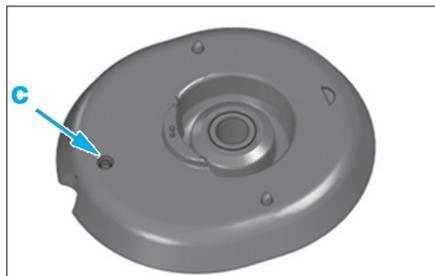

Fig. 6b
La coupelle supérieure d'amortisseur à évoluer. Le pion de centrage en "c" a été supprimé (Fig.6b)
- S'assurer du bon alignement de l'alésage de la coupelle supérieure d'amortisseur en "c" avec celui de la caisse en "d" (Fig.6b).
- Engager un axe (type chasse goupille) pour immobiliser la coupelle supérieure d'amortisseur pendant le serrage de l'écrou (8) en "d" (Fig.6b).